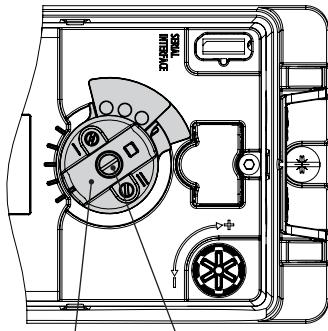
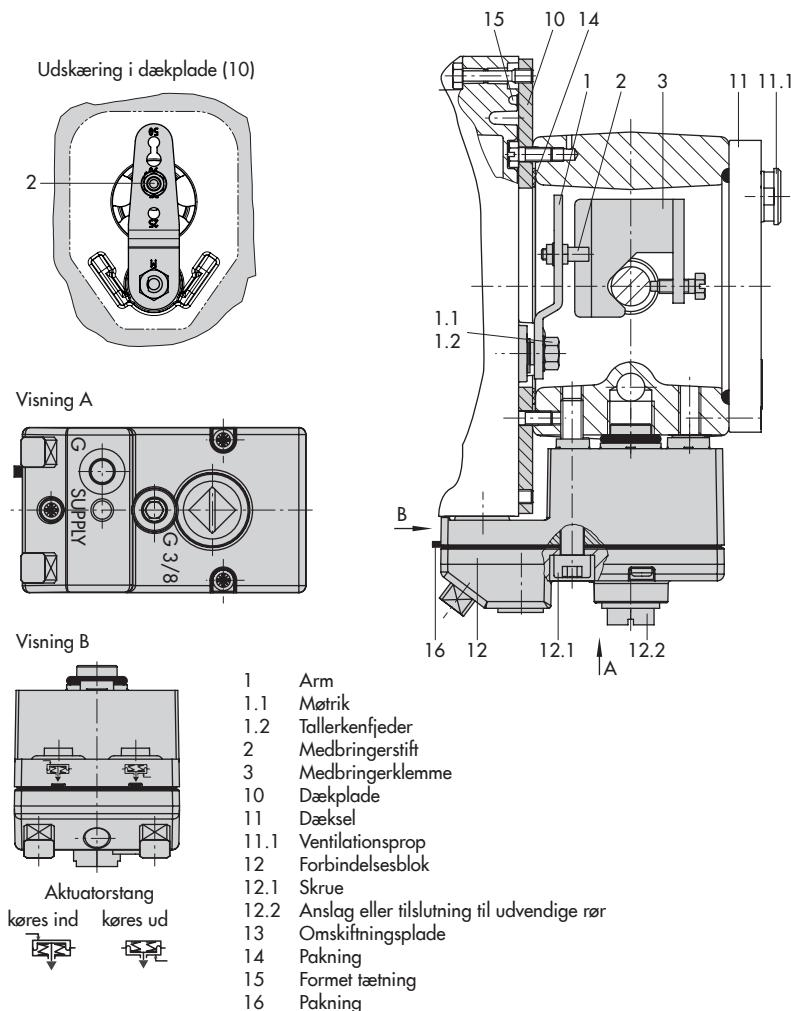

Fig. 5-5: Akselspærring
Fig. 5-9: Direkte montering – Signaltryk-forbindelse til type 3277 aktuator med 175 til 750 cm²
med hånden (se Fig. 5-5).
5. Kontrollér medbringerstiftens (2) stiftposition på armen M (1). Se monteringsmåden i vandringstabellerne Om nødvendigt skal du ændre stiftpositionen (se afsnit 5.4).
6. Sæt den formede tætning (15) ind i udsparingen i positionerens hus (10.1) bag på huset.
7. Placér positioneren på dækpladen (10) sådan, at medbringerstiften (2) hviler imod toppen af medbringerklemmen (3). Justér armen (1) tilsvarende, og åbn positionerens dæksel for at holde positionerens aksel i position ved akselspærringen (Fig. 5-5). Armen (1) skal være trykket imod medbringerklemmen med fjederkraft. Fastgør positioneren på dækpladen (10) med de to spændeskruer.
8. Montér dækslet (11) i den anden side. Kontrollér, at ventilationspropstenen vender nedad, når reguleringventilen installeres, så ansamlet kondensvand kan ledes væk.
- Aktuatorer med 175 til 750 cm² (Fig. 5-9)
2. Sæt medbringerklemmen (3) på aktuatortorspindlen, ret den til og spænd, så monteringsskruen sidder i udsparingen på aktuatortorspindlen.
3. Montér dækpladen (10) med udskærings smalle side (Fig. 5-9 mod venstre) pegende imod signaltryk-forbindelsen. Kontrollér, at pakningen (14) vender mod aktuatordelen.
4. Kontrollér medbringerstiftens (2) stiftposition på armen M (1). Se monteringsmåden i vandingstabellerne Om nødvendigt skal du ændre stiftpositionen (se afsnit 5.4).
5. Sæt den formede tætning (15) ind i udsparingen på positionerens hus.
6. Placér positioneren på dækpladen sådan, at medbringerstiften (2) hviler imod toppen af medbringerklemmen (3). Justér armen (1) tilsvarende, og åbn positionerens dæksel for at holde positionerens aksel i position ved akselsspærringen (Fig. 5-5). Armen (1) skal være trykket imod medbringerklemmen med fjederkraft.
7. Fastgør positioneren på dækpladen (10) med de to spændeskruer.
8. Kontrollér, at spidsen af pakningen (16), der rager frem i siden med forbindelsesblokken er placeret ud for aktuator-symbolet for aktuator fejsikker handling "aktuatorspindel køres ud" eller "aktuatorspindel køres ind". Hvis ikke, skal du skrue de tre spændeskruer ud, og tage dækslet af. Drej pakningen (16) 180°, og sæt den i igen.
9. Sæt forbindelsesblokken (12) med de tilhørende tætninger imod positioneren og aktuatordelen, og spænd med skruen (12.1). Ved aktuatorer med fejsikker handling "aktuatorspindel køres ind" skal du endvidere fjerne anslaget (12.2) og montere det udvendige signaltryks-rør.